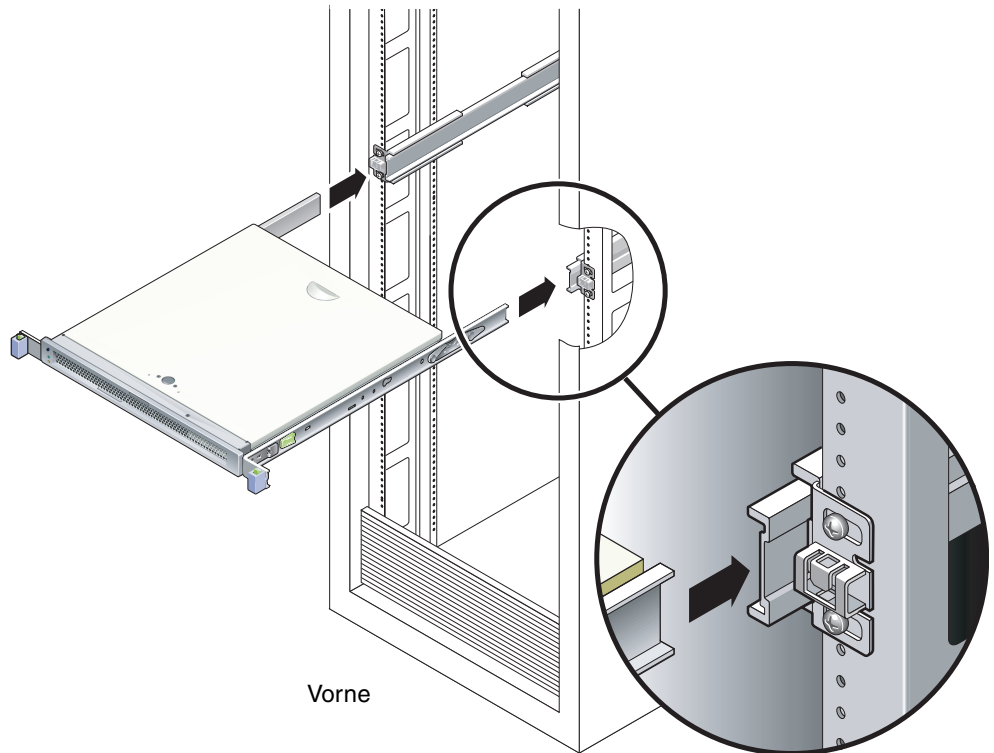

ABBILDUNG 2-8 Anbringen des Gehäuses auf den Schienen
2. Heben Sie den Server an und führen Sie die Enden der Montagebügel in die linke und rechte Schiene ein (ABBILDUNG 2-8).